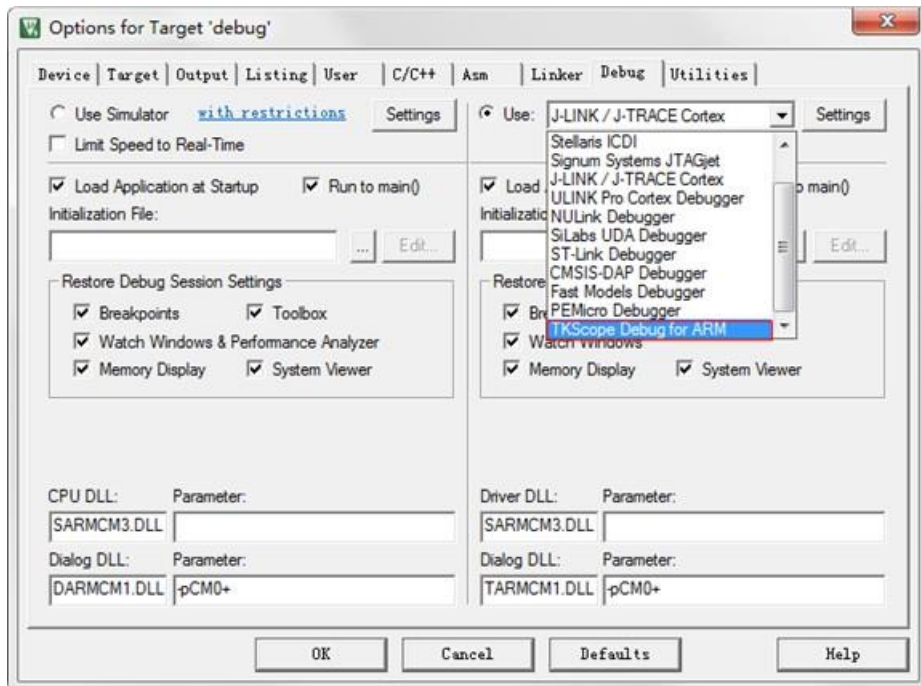

图 4.4 选用 TKScope Debug for ARM 进行仿真
- (2) 如使用 CK100 或 AK100 仿真器, 在下拉框中选择【TKScope Debug for ARM】, 如图 4.4 所示。